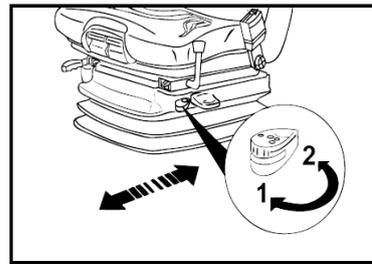

Рис. 3.30
**Изолятор продольных перемещений сиденья:** При определенных условиях передвижения (к примеру с прицепом) использование этой функции увеличит комфорт. Эта функция позволяет сиденью поглощать продольные удары по машине (Рис. 3.30).